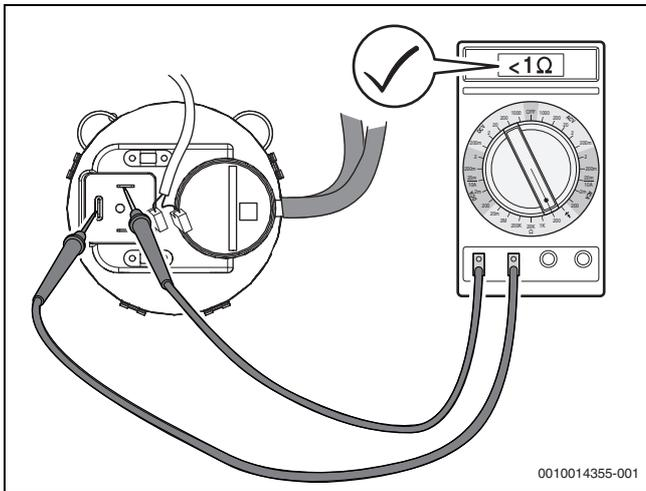
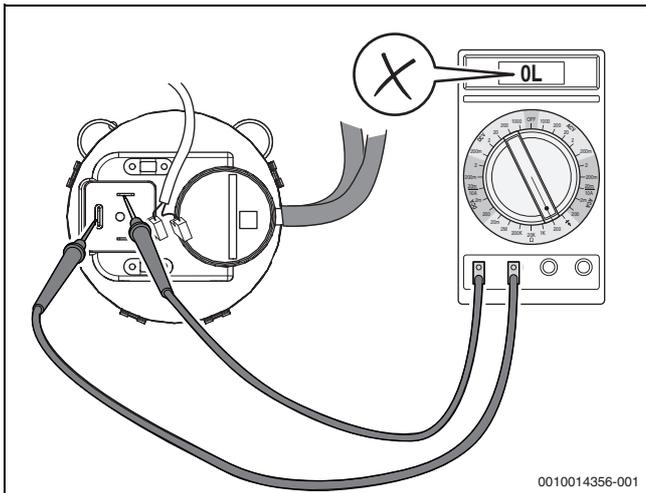

Bild 74 Differenzdruckwächter auf Durchgang prüfen (Differenzdruckwächter in Ordnung)
Bild 75 Differenzdruckwächter auf Durchgang prüfen (Differenzdruckwächter **nicht** in Ordnung)
- ▶ Elektrische Anschlussleitungen am Differenzdruckwächter abziehen und Widerstand an den Kontakten messen (→Bild 74). Wenn der gemessene Wert  $< 1 \text{ Ohm}$  beträgt (oder Signalton, je nach Messgerät), ist der Differenzdruckwächter in Ordnung. Wenn kein Wert oder ein Widerstand  $> 1 \text{ Ohm}$  angezeigt wird (→Bild 75), Differenzdruckwächter austauschen.